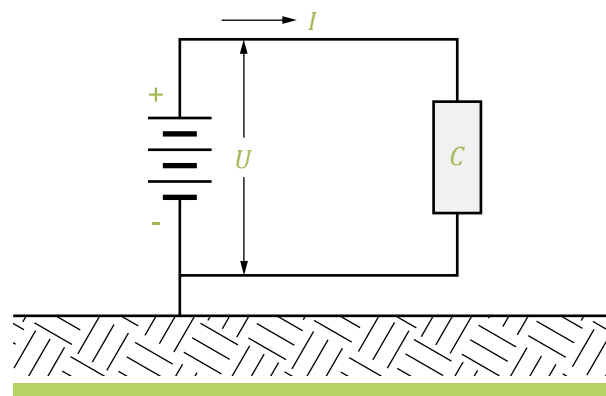

Figura 6
- » Fuente conectada a tierra a través su propio polo negativo. En la figura 6, se representa esquemáticamente el circuito. Se muestra la vinculación de la fuente  $U$  con tierra.